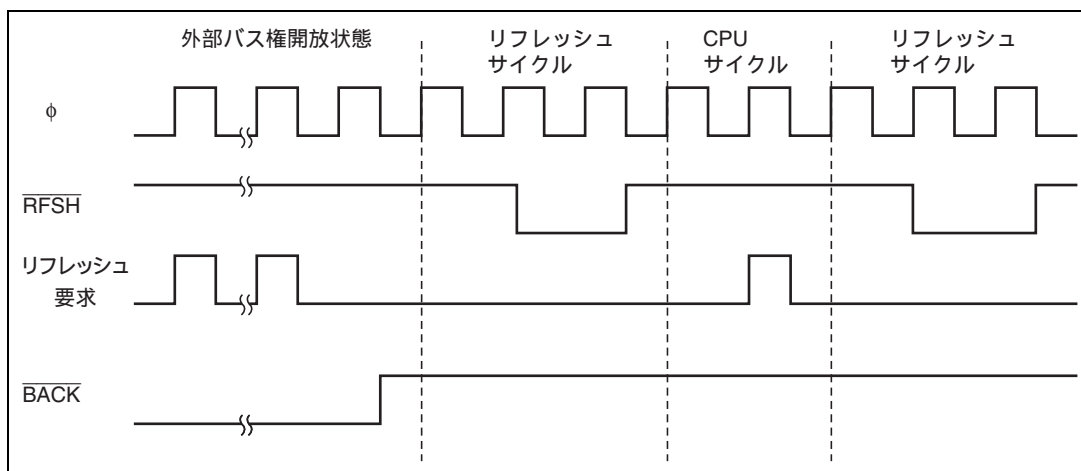
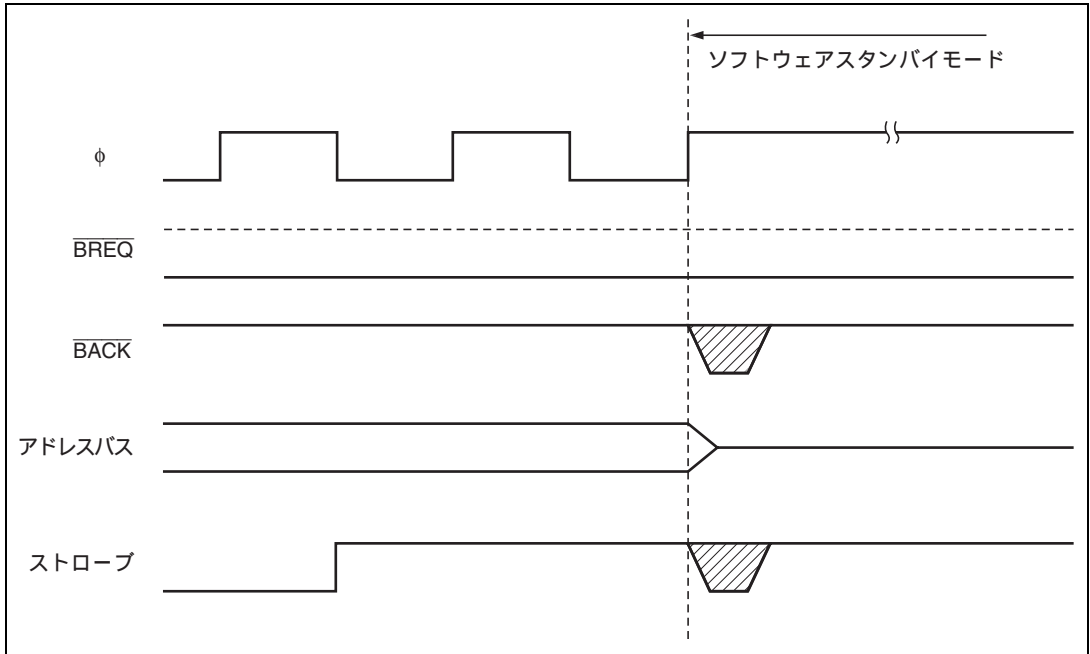

図 6.35 バス解放状態時のリフレッシュサイクル
図 6.36 バス解放状態とソフトウェアスタンバイモード
- (1) 外部バス権解放状態、ソフトウェアスタンバイモード、またはバスサイクルがウェイトステートの挿入により長く続く場合、リフレッシュサイクルは実行されません。したがって、これらの状態では、別の方法でリフレッシュを行う必要があります。
- (2) 外部バス権解放状態中に内部でリフレッシュ要求が発生した場合、最初の要求が保持され、バス権解放状態解除後、リフレッシュサイクルが1回だけ実行されます。図6.35にその場合のバスサイクルを示します。
- (3) バスサイクルがウェイトステートの挿入により長く続く場合も、外部バス権解放状態と同様に、最初の要求が保持されます。
- (4) ソフトウェアスタンバイモードへ遷移するとき、外部バスマスタからのバス権要求が競合すると、ソフトウェアスタンバイモードへの遷移時にBACKとストローブの状態が不確定になる場合があります(図6.36参照)。ソフトウェアスタンバイモードを使用するときは、SLEEP命令を実行する前に、BRCRのBRLEビットを0にクリアしてください。また、セルフリフレッシュモードへの遷移でも同様の競合により、ストローブ波形出力が保証されないことがあります。これもBRCRのBRLEビットを0にクリアすることにより防止できます。
- (5) セルフリフレッシュ解除直後、CPUサイクルが始まるまでの一定期間、外部バス権解放が可能です。セルフリフレッシュ直後のRASプリチャージ時間の規定を充たすようRASの状態に注意してください。